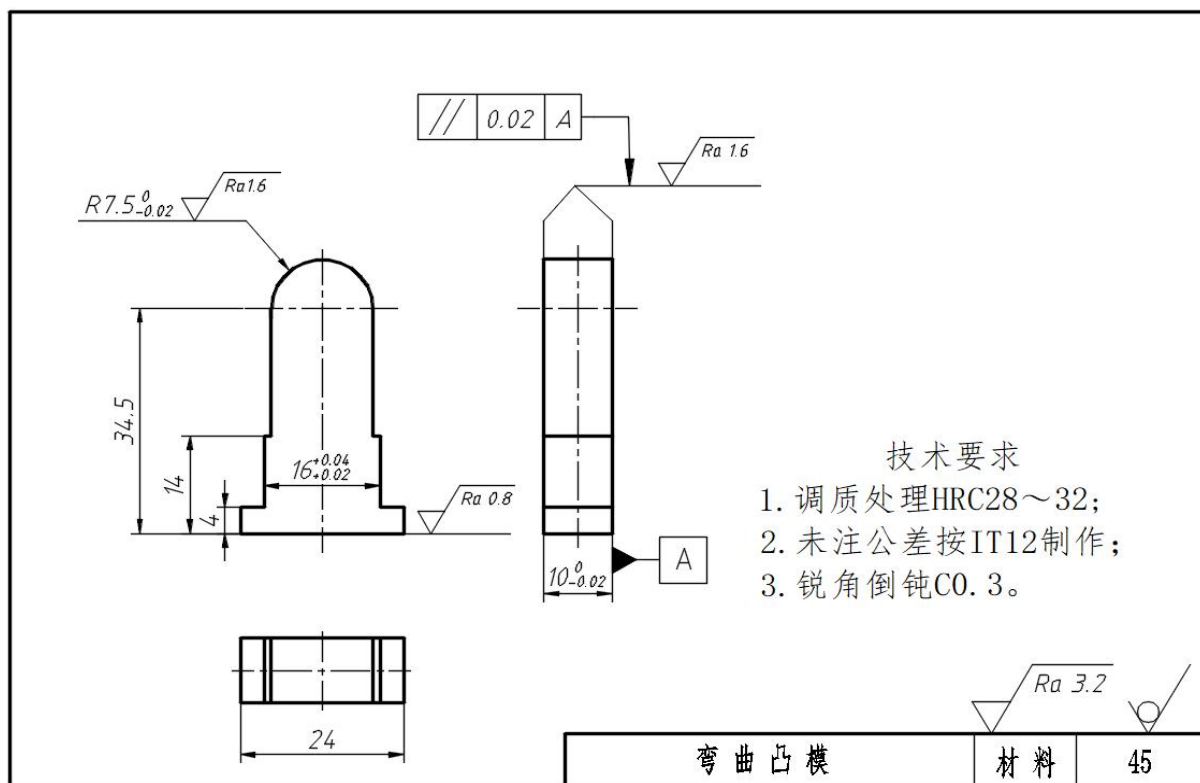

图 1 弯曲凸模示意图
1) 按图纸要求用数控铣床完成弯曲凸模（零件序号 19）、凸凹模（零件序号 22）的加工。如示意图 1、2 所示。